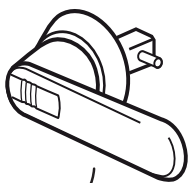

Fig. 1
1. Poner bajo tensión la unidad girando el interruptor general a la posición ON. (Ver fig.1) El visualizador se enciende durante algunos segundos tras la puesta en tensión; controle que el estado de funcionamiento esté en OFF (OFF BY KEYB en el lado inferior del visualizador).